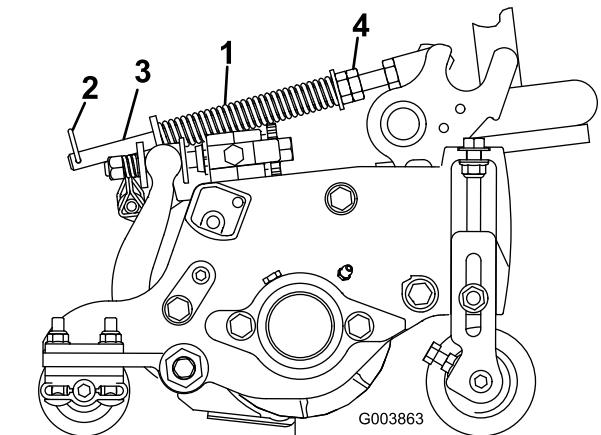

图 21
草坪补偿弹簧 图 21 可将重量从前滚筒转移至后滚筒。这有助于减少草坪的波动图形也称为波浪形或摆动形。
1. 确保发卡销安装在弹簧杆的后孔内 图 21。
2. 拧紧弹簧杆前端的六角螺母直至压缩后的弹簧长度为 159mm 请参阅 图 21。